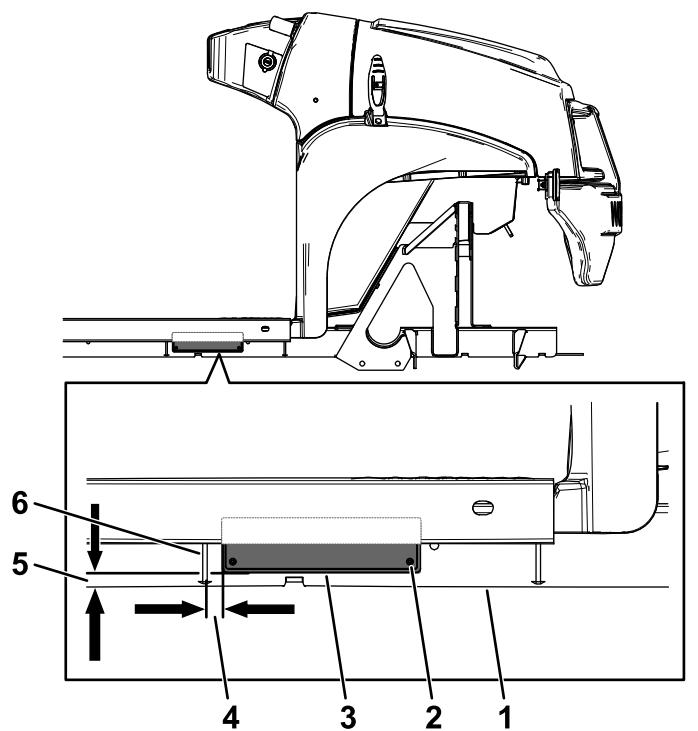

図 6
1. 図6の位置にポップリベット3 x 10 mm4本で銘板を取り付ける。